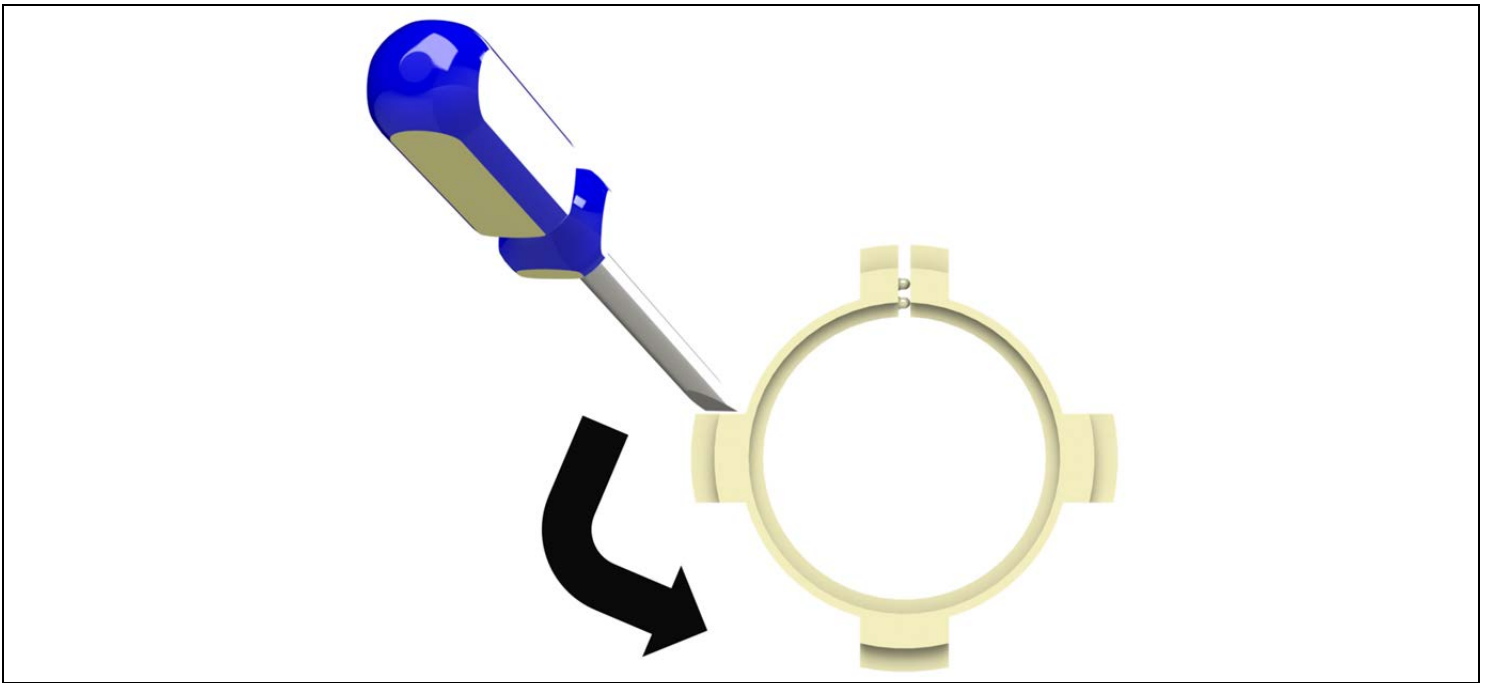

Figure 14. Étape de Démontage 3
3. Après avoir désenclenché les clips de roulement, localiser les pattes de roulement aux extrémités de l'axe de transmission. Insérer un tournevis à tête plate dans la rainure indiquée dans la *Figure 14*, ci-dessous. Faire tourner la patte de roulement d'environ un huitième de tour dans le sens inverse des aiguilles d'une montre.